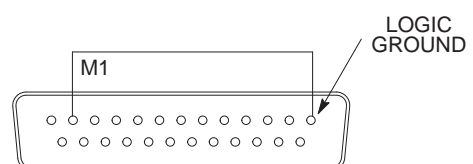

FIGURA 15
2. Silenziare il canale selezionato tramite il terminale del circuito logico (vedi Figura 15 - il canale 1 è silenziato).